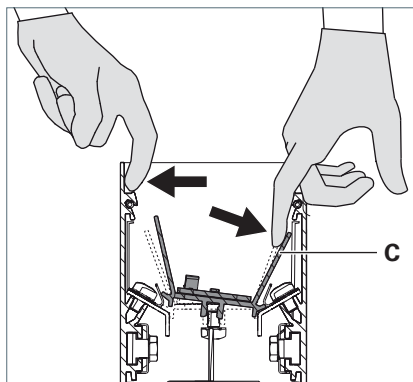

Fig. 19: Disinnesto del riflettore.
- Premere una parete laterale dell'apparecchio verso l'esterno premendo al contempo il riflettore **C** nella direzione opposta, vedi Fig. 19.